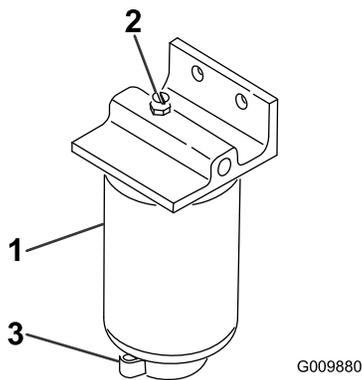

Figura 57
2. Allentate la valvola di spurgo situata nella parte inferiore della scatola del filtro (Figura 57).
1. Pulite la superficie circostante la scatola del filtro (Figura 57).